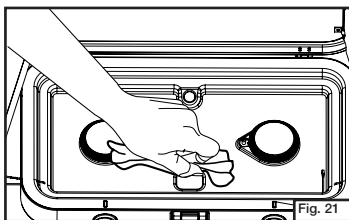

Fig. 21
- Limpie la estufa y los accesorios de parrilla y plancha de hierro fundido (si están equipados) con un paño suave y un detergente suave para platos. No use productos abrasivos. (Fig. 21)